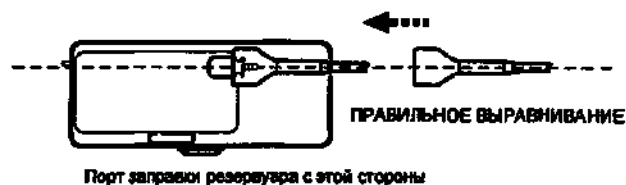
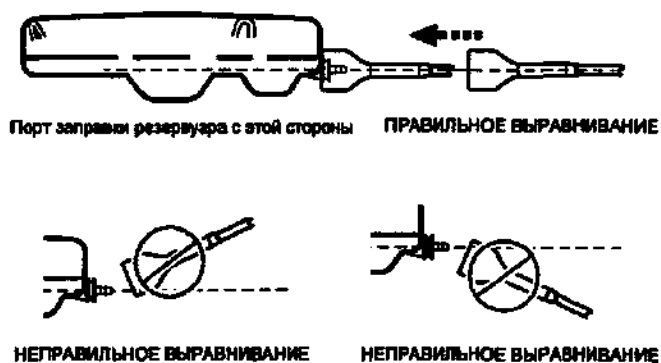

Рис. 14. Подсоединение беспроводного коннектора помпы к помпе SynchroMed EL (вид сбоку).
Рис. 16. Подсоединение бесшовного коннектора помпы к помпе IsoMed (вид сбоку).
13 для помпы SynchroMed II, Рис. 14 и 15 для помпы SynchroMed EL
и Рис. 16 и 17 для помпы IsoMed).
3. Подсоедините бесшовный коннектор помпы с помощью одного из методов, описанных ниже (см. Рис. 12 и 13 для помпы SynchroMed II, Рис. 14 и 15 для помпы SynchroMed EL и Рис. 16 и 17 для помпы IsoMed):